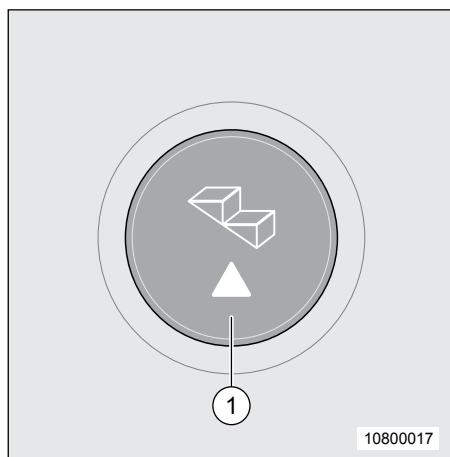

Fig. 8 Bouton-poussoir en cabine
1. Appuyer sur l'interrupteur à bascule (Fig. 8, pos. 1) et le marche-pied rentre complètement.